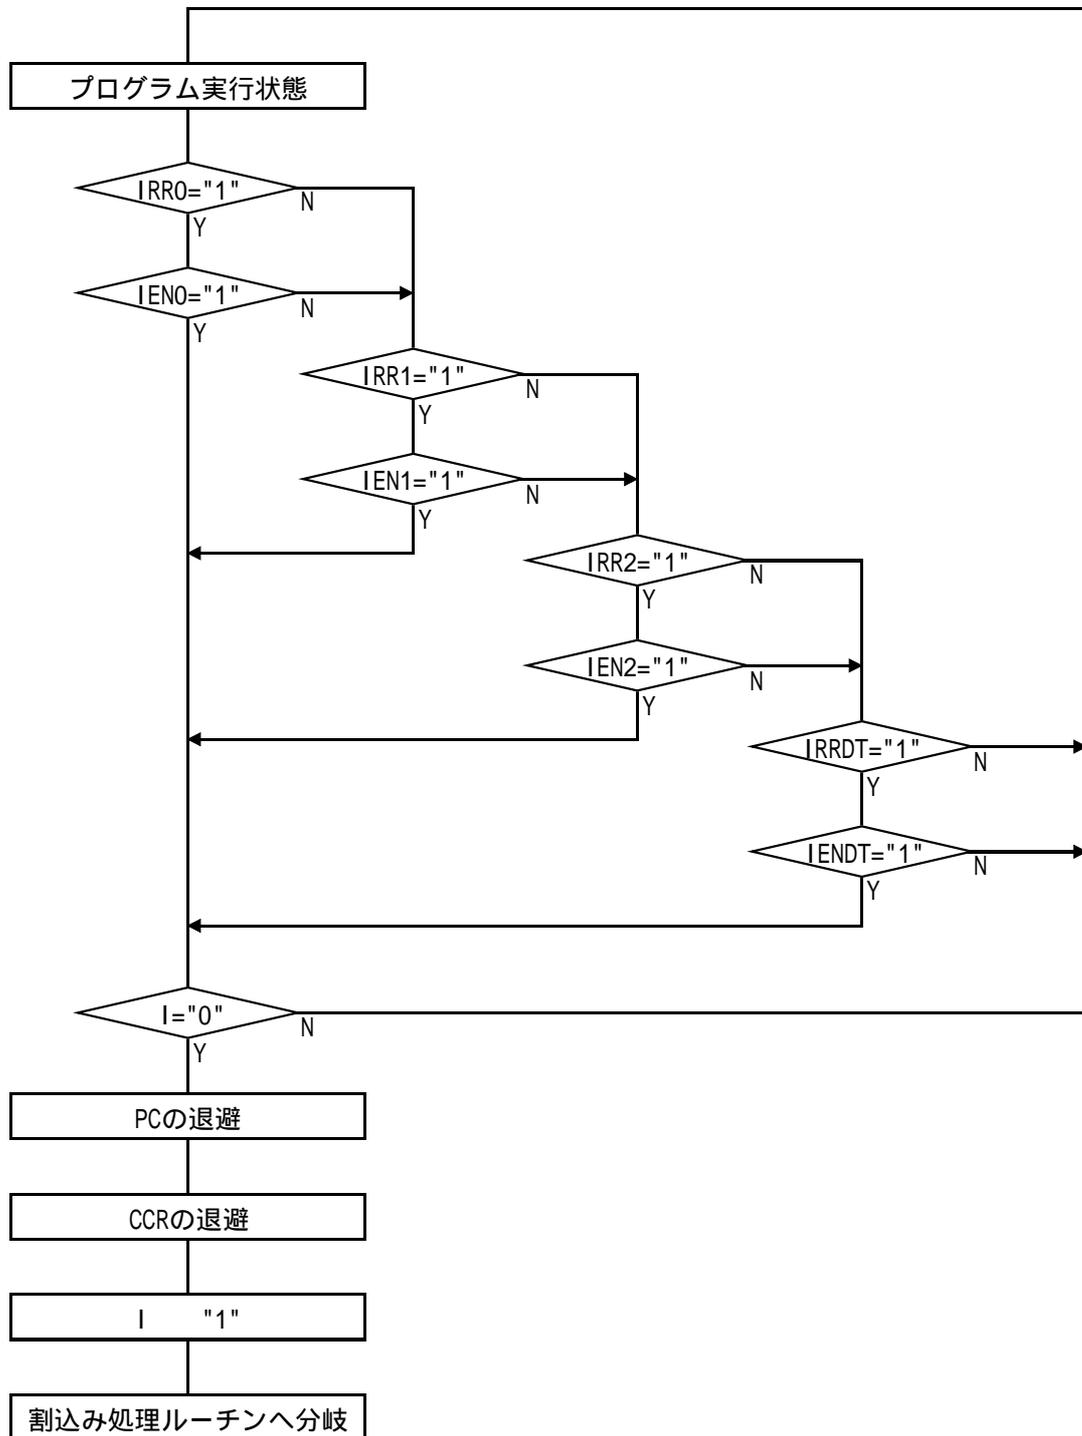

図1 割込み受け付けまでのフロー
<p data-bbox="135 445 296 477">使用機能説明</p> <p data-bbox="180 533 1425 1379"> (1) 本タスク例では、内部割込みを使用してタイマAおよびタイマB1割込みの多重割込み動作を行ないません。 (a) 図1に割込み受け付けまでのフローを示します。以下に内部割込みについて説明します。 <ul style="list-style-type: none"> ・内蔵周辺モジュールからの割込みによる内部割込み要因は、21要因あります。 ・内蔵周辺モジュールからの割込み要求が発生すると、IRR1、IRR2の対応するビットが"1"にセットされます。IENR1、IENR2の各ビットを"0"にクリアすることにより、各割込み要求の受け付けは禁止できます。 ・CCRのIビットを"1"にセットすることにより、すべての割込みをマスクできます。 ・内蔵周辺モジュールからの割込み例外処理が受け付けられるとCCRのIビットは"1"にセットされます。 ・以下に割込みの動作を示します。 <ol style="list-style-type: none"> (1) 割込み許可レジスタの対応するビットが"1"にセットされている状態で、割込み要因が発生したとき、割込みコントローラに対して割込み要求信号が送られます。 (2) 割込みコントローラに割込み要求信号が送られると、割込み要求フラグが"1"にセットされます。 (3) 割込み要求フラグが"1"にセットされている割込みの中で、優先順位に従って最高位の割込み要求が選択され、その他は保留となります。 (4) CCRのIビットを参照し、Iビットが"0"にクリアされている場合は、割込み要求は受け付けられませんが、Iビットが"1"にセットされている場合は割込み要求は保留となります。 (5) 割込みが受け付けられると、そのとき実行中の命令の処理が終了した後、プログラムカウンタ(PC)とCCRがスタック領域に退避されます。スタックされるPCは、リターン後に実行する最初のアドレスを示しています。 (6) CCRのIビットが"1"にセットされます。これにより、すべての割込みはマスクされます。 (7) 受け付けた割込みに対応するベクタアドレスを生成し、そのアドレスの内容によって示されるアドレスから、割込み処理ルーチンの実行を開始します。 ・割込み許可レジスタを"0"にクリアすることにより割込みを禁止にする場合、または割込み要求レジスタをクリアする場合は、必ず割込みをマスクした状態(I="1")で行ないます。I="0"の状態でのような操作を行なうと、当該操作命令の実行と当該割込みの発生が競合した場合に、当該操作命令の実行終了時に発生した割込みに対応する例外処理を実行します。 </p>